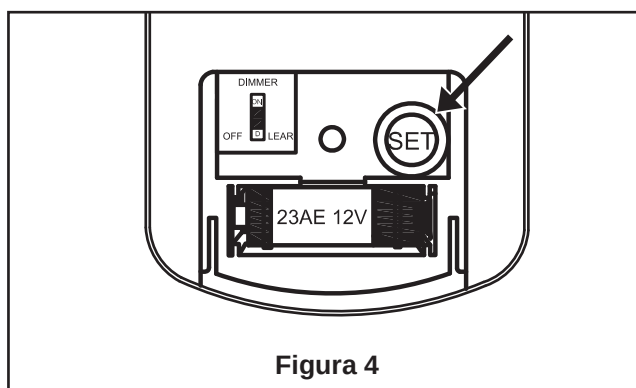

Figura 4
- ☐ 4. **Configuración del mando a distancia y proceso de configuración de la velocidad (RPM):** (Figura 4)